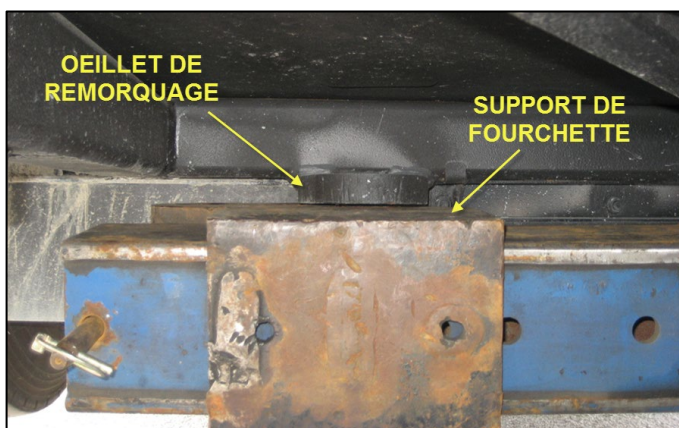

FIGURE 33
4. Lever l'avant du véhicule suffisamment pour permettre l'installation des blocs. Placer les blocs parfaitement centrés sous chaque roue avant (Figure 33).